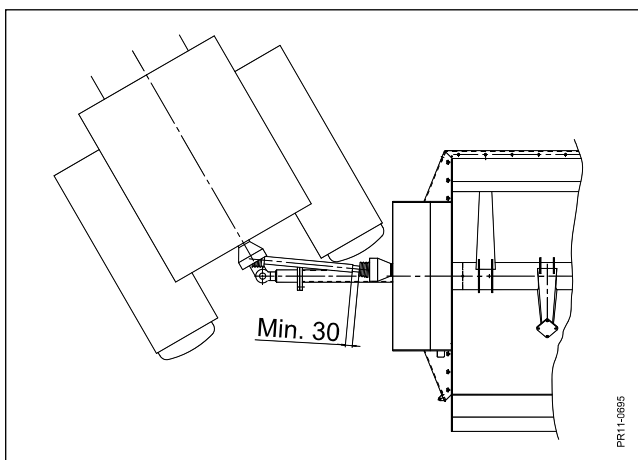

Fig. 4.4.2
**Fig. 4.4.2** Lagg märke till att den ingående axeln på Feedern är förskjuten åt höger och därför skall man alltid kontrollera min. avståndet då traktorn svänger åt höger.